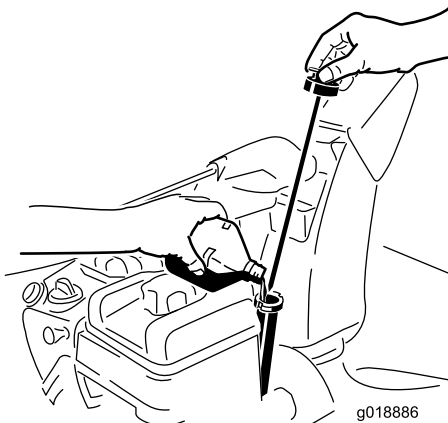

Figura 33
2. Rimuovete l'asta e controllate il livello dell'olio (Figura 33). Se l'olio non raggiunge la tacca Add, occorre rabboccare. Fate riferimento a Rabbocco dell'olio motore.